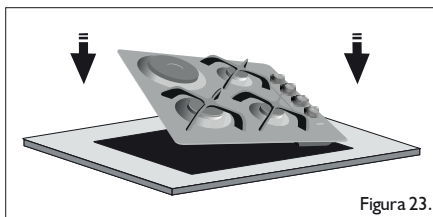

Figura 23.
- Retire la superficie recortada y proceda a colocar la cubierta sobre la mesa de instalación. Tenga en cuenta que el tablero de controles debe quedar sobre el lado derecho (Ver figura 23).